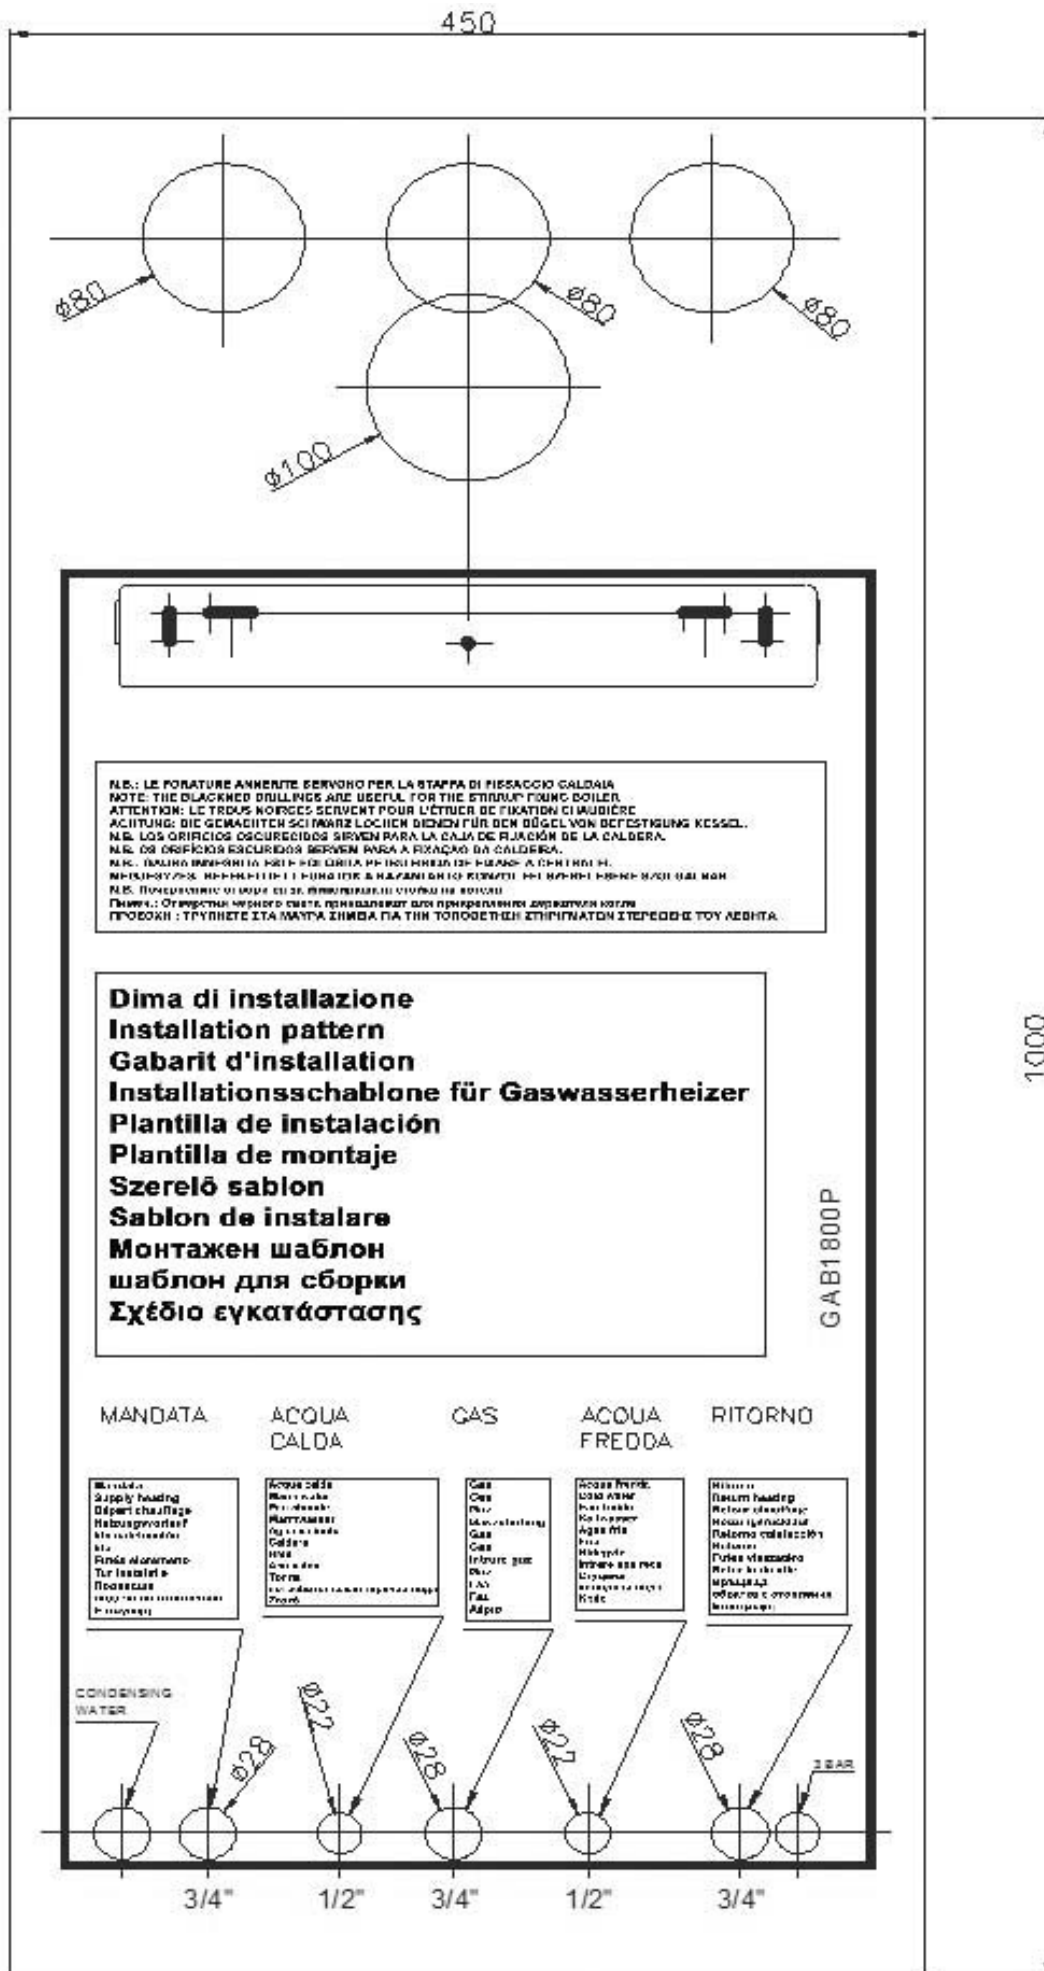

Fig. 8
3.6 INSTALLAZIONE uscita posteriore (fig. 8).